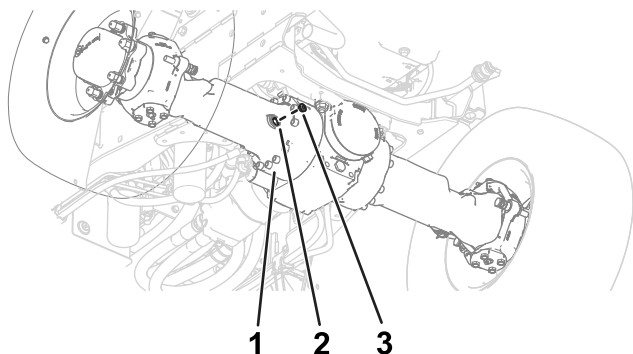
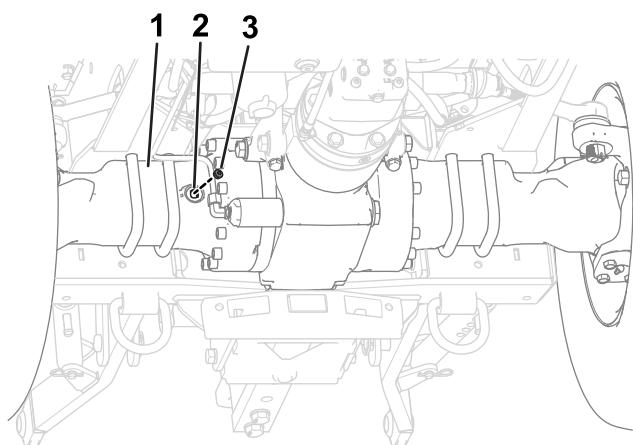

Рисунок 95
Рисунок 96
2. Отверните пробки смотровых отверстий в картерах дифференциалов мостов (Рисунок 95 и Рисунок 96).
3. Посмотрите сквозь смотровое отверстие и убедитесь, что уровень масла находится на нижней части резьбы отверстия (Рисунок 95 и Рисунок 96).
6. Заверните пробки в смотровые отверстия картеров дифференциалов мостов (Рисунок 95 и Рисунок 96).
Примечание: Расположение смотрового отверстия заднего моста см. на Рисунок 96.